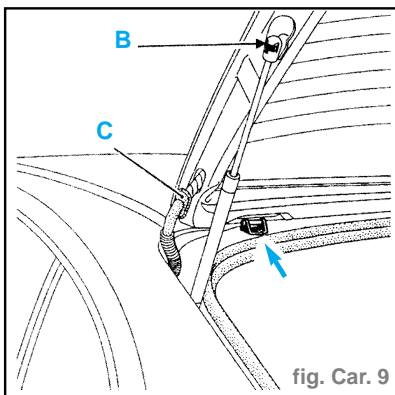

fig. Car. 9
- Déclipser les équilibreur de hayon en (B). (fig. Car. 9)
- Dégager le passe-gaine (C) du câblage hayon et débrancher le connecteur du câblage de 3ème feu stop.